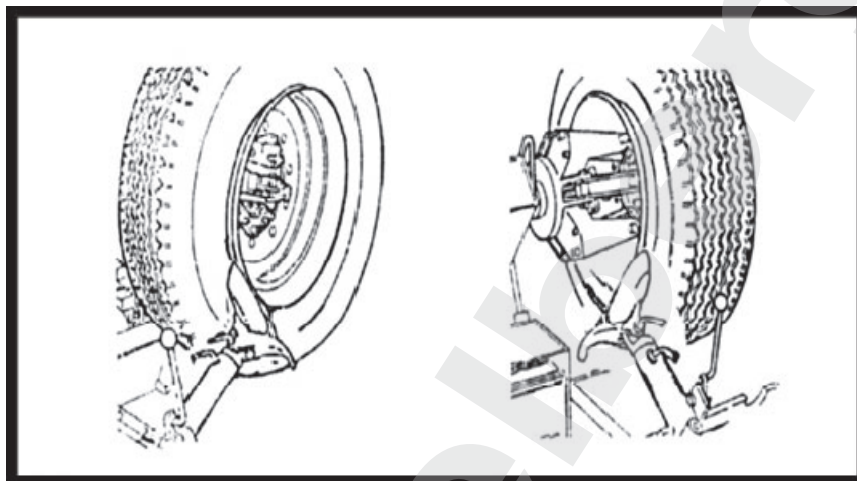

Рис. 9
- (1) Убедитесь в том, что из камеры выпущен воздух, а колесо зафиксировано.
- (2) Переведите инструментальную консоль (9) в рабочее положение, зацепите рукоятку (10) за каретку (8).
**Периодически проверяйте положение рычага блокировки (10).**
- (3) Используя джойстик (5) установите диск (12) у края обода (рис. 9).
- (4) Приведите колесо во вращение и дайте диску переместиться (12) вперед.
- (5) Продолжите работу до тех пор, пока борт шины не будет полностью снят с обода. Чтобы облегчить работу, смажьте борт и обод колеса по всей окружности специальным смазочным материалом. Это позволит избежать повреждения шины и обода.
- (6) Отведите диск (12) от борта шины, отпустите блокировку (10), переведите консоль в исходное положение, переведите диск (12) к внутреннему борту шины.
- (7) Повторите операцию до тех пор, пока шина не будет полностью снята с обода (рис. 9).